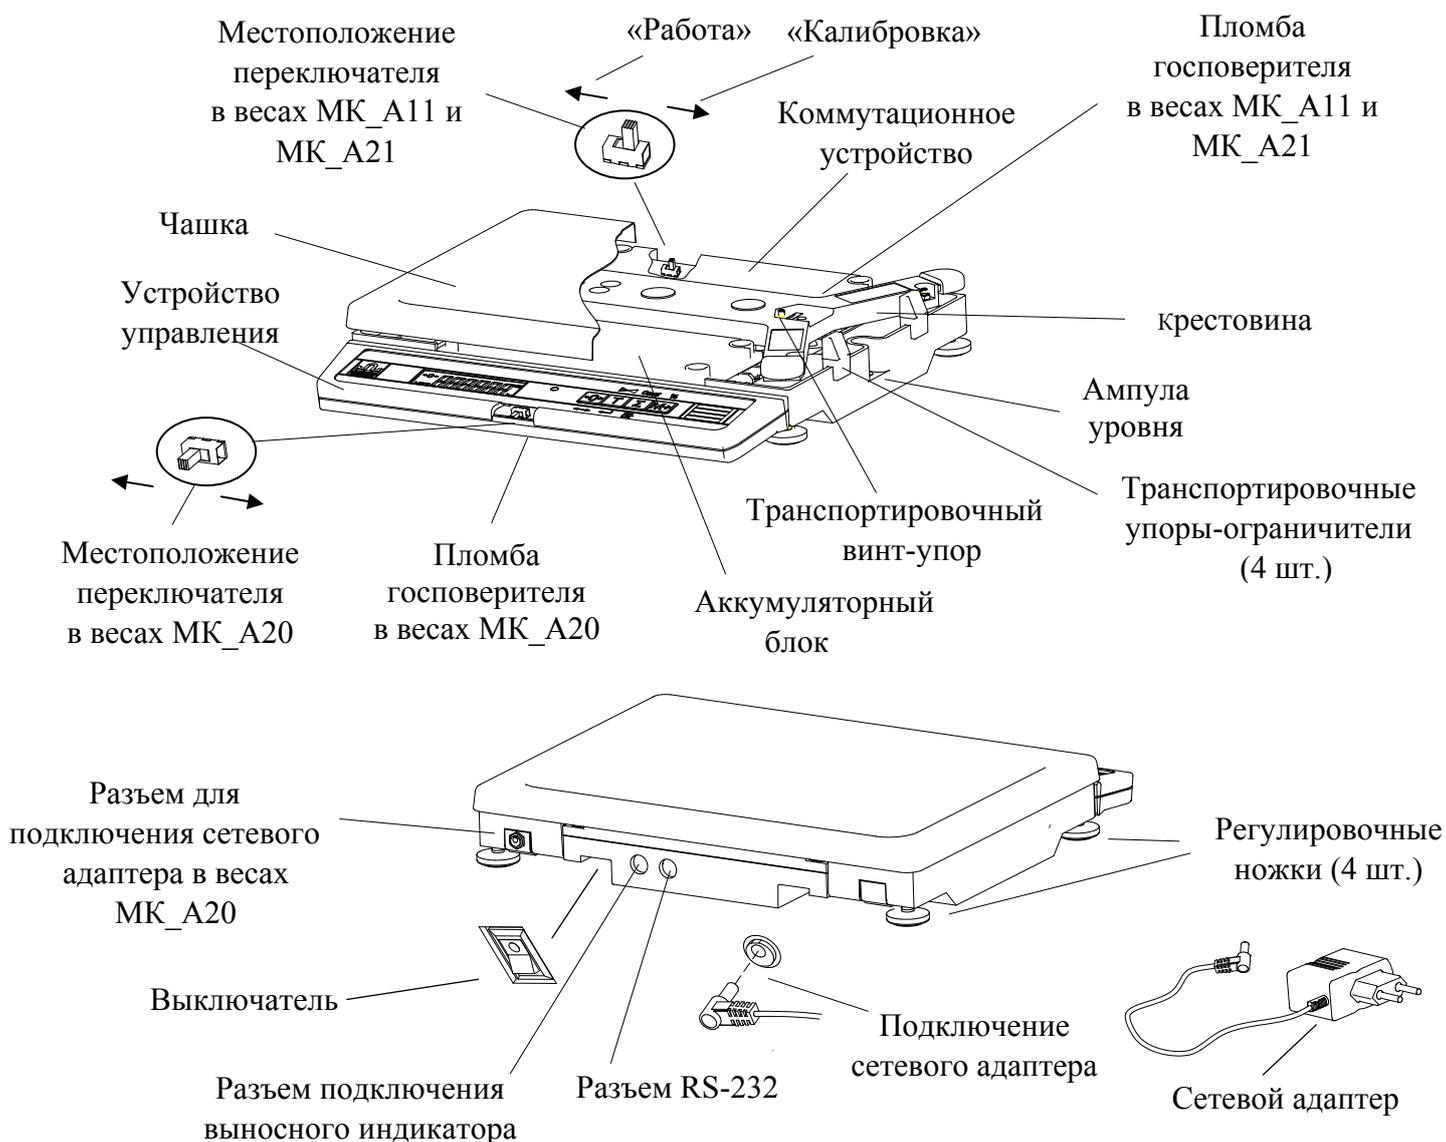
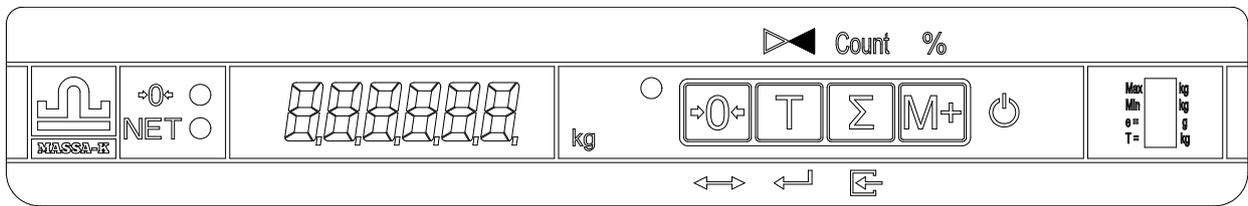

Рис. 5.1 - Весы МК\_А
Рис. 5.2 - Лицевая панель весов
Конструкция весов представлена на Рис. 5.1. Расположение элементов индикации и кнопок клавиатуры приведено на Рис. 5.2.
6.2 Снять чашку с весов и убрать транспортировочные упоры - ограничители (Рис. 5.1).